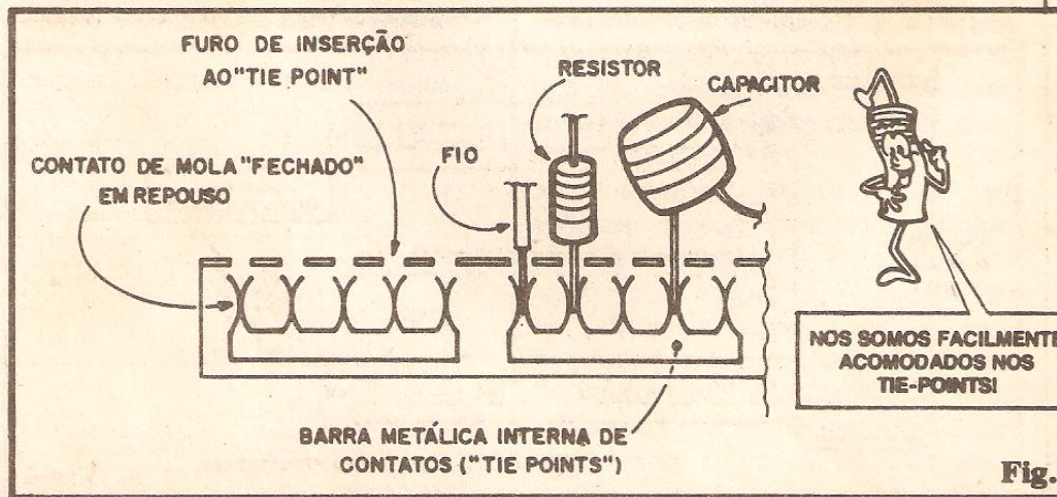

Fig. 3
- FIG. 3 - COMO SÃO ESTABELECIDAS AS LIGAÇÕES ELÉTRICAS ENTRE OS TERMINAIS DE COMPONENTES E OS TIE-POINTS - Já sabemos, pelas figuras anteriores, como é a ordenação elétrica interna do módulo... Vejamos, agora, como os terminais e "pernas" de componentes, ou simples pontas de fios, externamente aplicados (enfiados nos furinhos correspondentes aos tie points...) fazem contato elétrico entre si e com a própria estrutura do módulo... A figura mostra, em corte, de forma estilizada, a estrutura interna dos barramentos de contatos, no caso destacando apenas dois conjuntos de 5 tie points cada. Cada conjunto é formado por minúsculas barras metálicas especialmente banhadas (evitando a oxidação e fa-